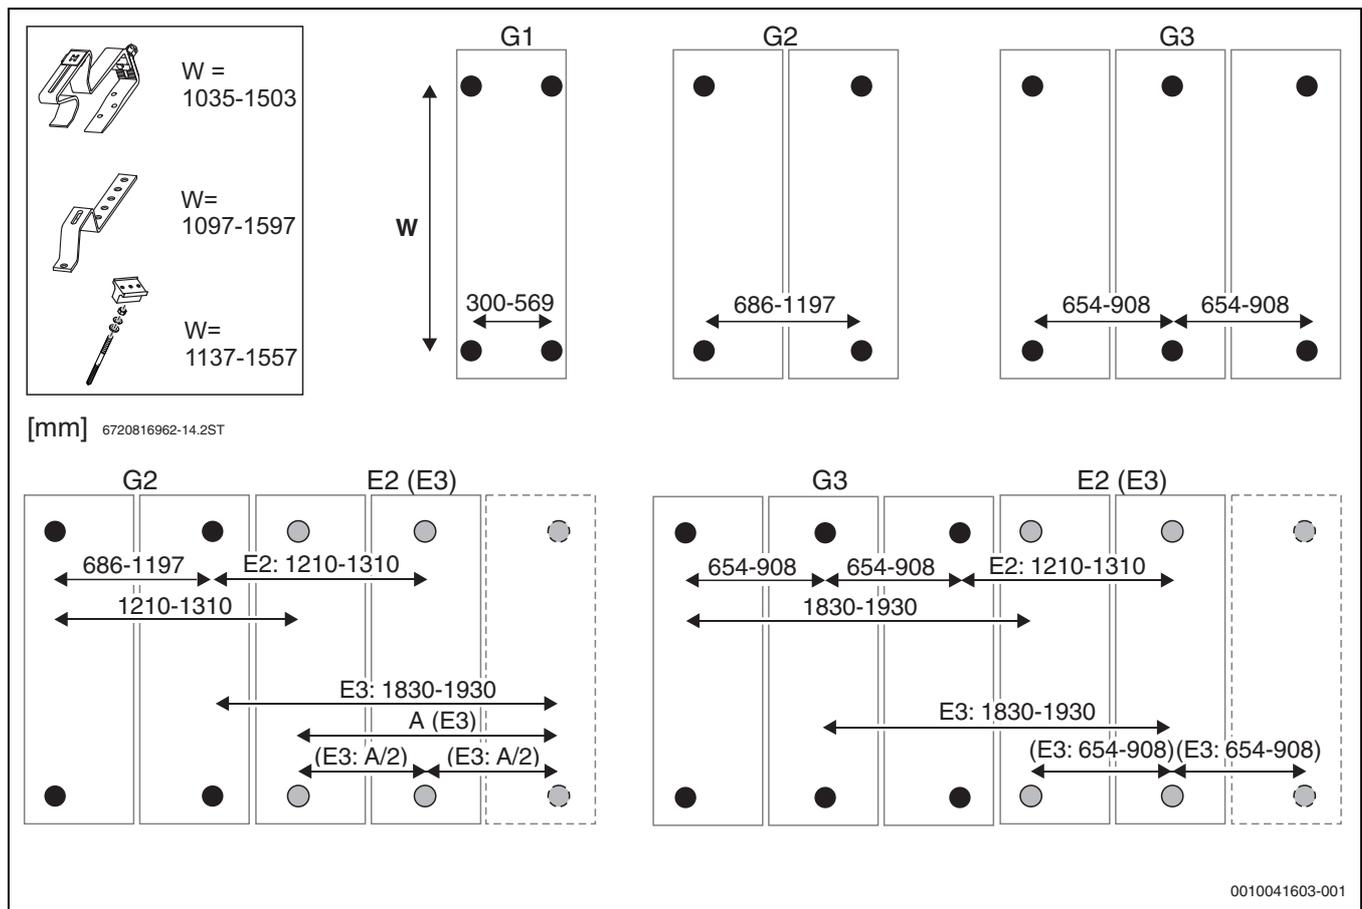

Bild 19 Abstände der Dachanbindungen (Dachhaken, Sonderdachhaken oder Stockschraube)
- ▶ Dachhaken-Positionen festlegen und auf das Dach übertragen (→ Bild 19).